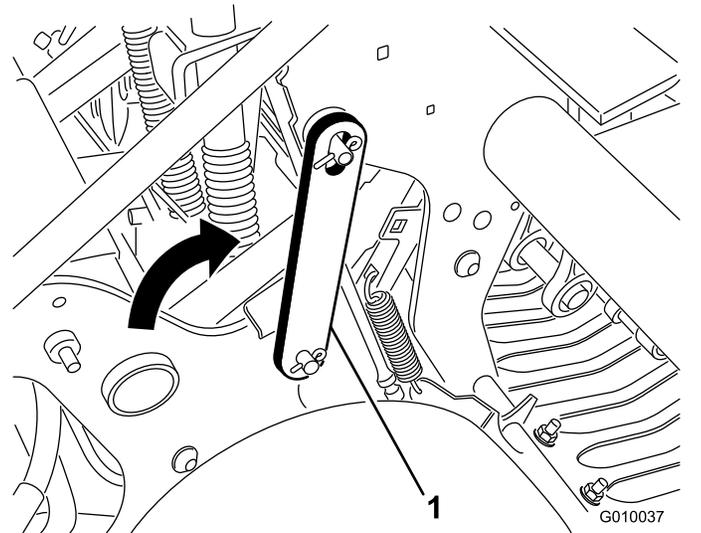

図 21
4. ラッチを後ろ向きに回転させて、コアリングヘッドのピンにはめ込む 図 21。クリップリングで固定する。